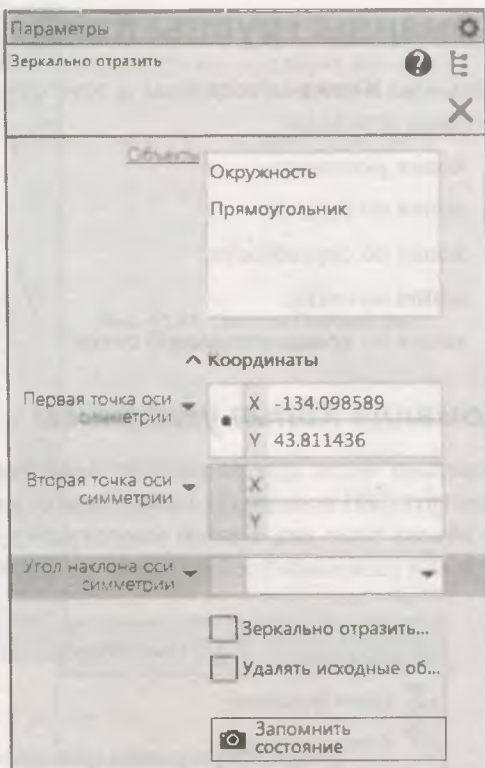

Рис. 11.8. Панель Параметры:
- ◆ вызовите команду **Зеркально отразить**. Наименование выбранных объектов отобразились на панели **Параметры: Зеркально отразить** (рис. 11.8), в окне **Объекты** появились следующие элементы управления: